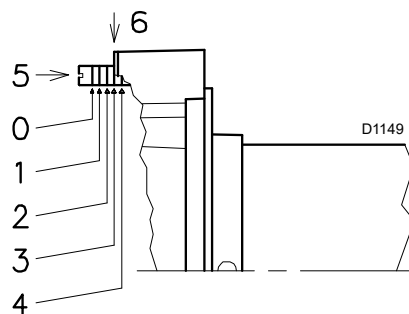
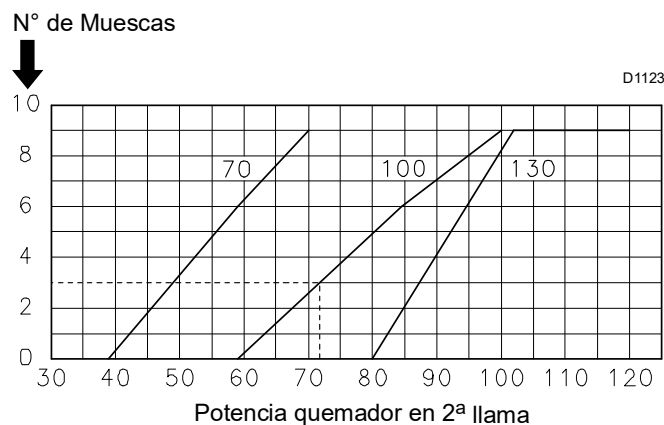

Fig. 18
Fig. 19
- Girar el tornillo 5)(Fig. 18) hasta que la muesca indicada en el gráfico (Fig. 19) coincida con el plano delantero de la brida 6)(Fig. 18).
- En el gráfico (Fig. 19), para este caudal, la regulación del cabezal de combustión debe realizarse en la muesca 3, como se muestra en Fig. 18.